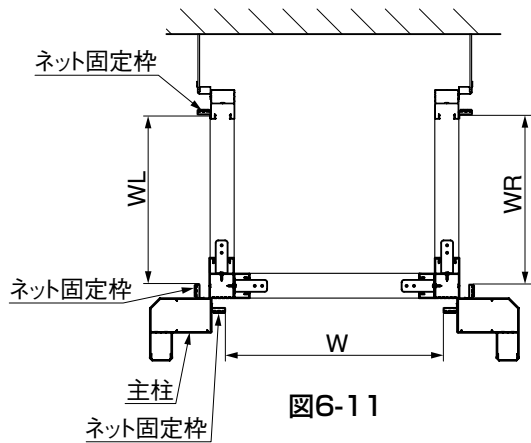

図6-11
- ① ネット固定枠の縦枠と縦枠の内々寸法Wを採寸して、 $W-0.5\text{mm}$ に横枠用のネット固定枠を切断してください。(図6-11参照)
- ② ネット固定枠の縦枠と縦枠の内々寸法WR、WLを採寸して、各長さ-1mmに横枠用のネット固定枠を切断してください。(図6-11参照)